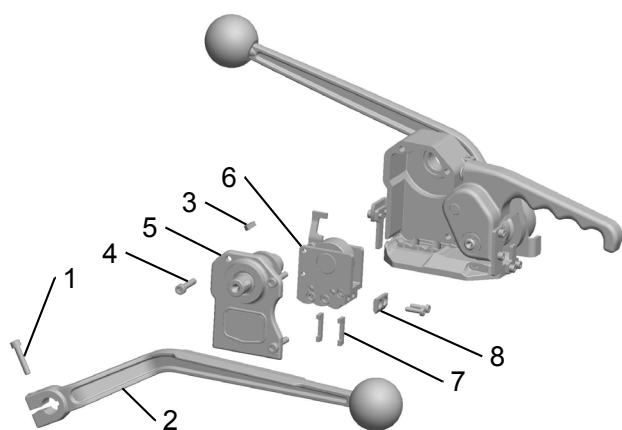

Fig. 12
- Dévisser les quatre vis à tête cylindrique (fig. 12/4) et retirer le couvercle.